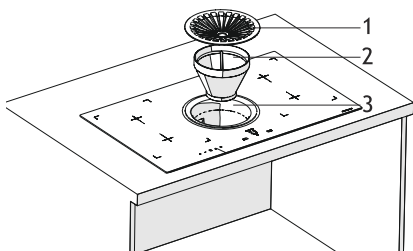

Fig. 14
4. ➡ ■ Sæt nu filteret i beholderen (Fig. 14 / 2)
- Sæt derefter filterlåget oven på (Fig. 14 / 1).